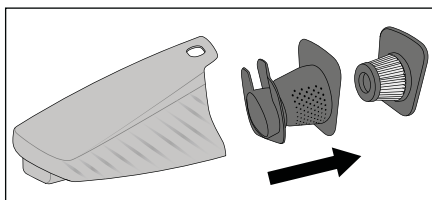

Fig. 4
- 3) Tag derefter HEPA-filteret **5** og grovfilteret **6** ud af støvbeholderen **7** (fig. 4). Bank begge dele ud over en affaldsspand eller lign. Ved behov kan HEPA-filteret **5** skylles med rent vand. Lad det derefter lufttørre helt.